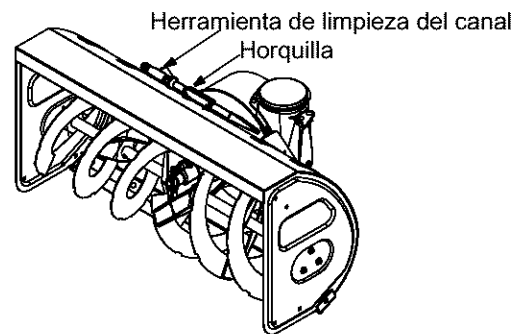

Figura 7
de ensamblado. Ver Figura 7 .
3. Saque la herramienta de limpieza de la horquilla que la ajusta a la parte posterior de la caja de la barrena. Ver Figura 7 .